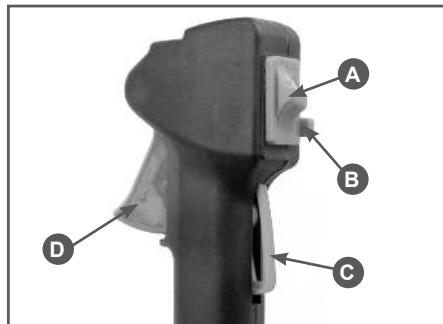

Рис.9 Расположение органов управления на рукоятке
- Выключатель зажигания (A) установите нижнее положение Рис.9. Удерживая стопорный рычаг рычага газа (C) Рис.9 нажмите на рычаг газа (D). Для облегчения запуска зафиксируйте рычаг газа стопором (B) Рис.9.